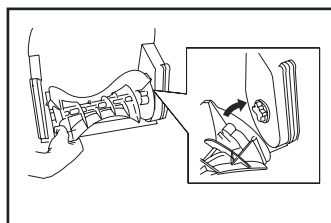

Fig. 14
Réinstallez la grande plaque de poulie et alignez-la avec l'autre extrémité des palettes. Après la mise en place des palettes, fixez la grande plaque de poulie au moyen des trois (3) vis (fig. 14).